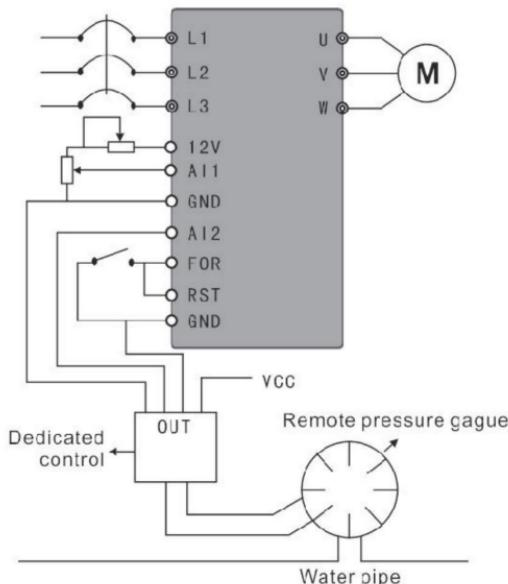

Figura F-6 Suministro de agua a presión constante – Presión remota
(2) Utilice un manómetro remoto de 0 a 10 kg; según sea necesario, utilice un terminal externo para controlar el funcionamiento y detener y establecer el valor objetivo mediante un potenciómetro. Como se muestra en la Figura F-6.